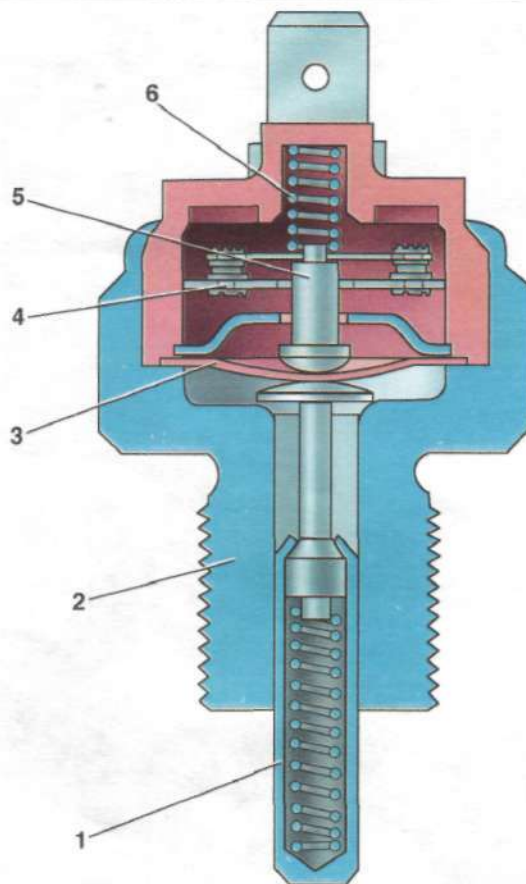

Рис.51. Выключатель ВК415 сигнала торможения. 1. Шток. 2. Корпус. 3. Мембрана. 4. Неподвижный контакт. 5. Изолирующий плунжер с контактом. 6. Пружина плунжера.
**Выключатель ВК415 сигнала торможения** (рис.51) служит для включения ламп сигнала торможения в задних фонарях. Выключатель установлен на кронштейне педали тормоза. При нажатии на педаль угольник кронштейна освобождает приводной шток 1 выключателя и плунжер 5 с контактной пластиной под действием пружины 6 замыкает неподвижные контакты 4 электрической цепи, при этом загораются лампы сигнала торможения в задних фонарях.